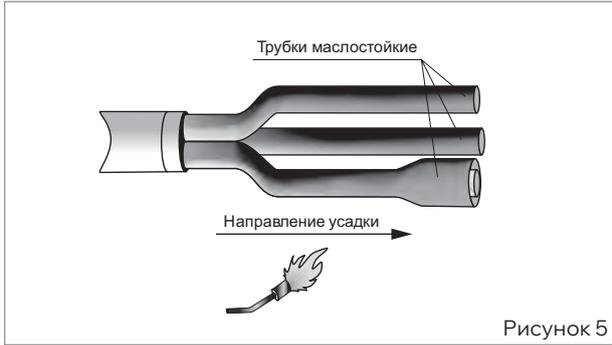

Рисунок 5
■ Надеть на жилы кабелей трубки маслостойкие (прозрачные) до упора в «корешок» разделки кабеля. При необходимости обрезать верхнюю часть трубок по длине жилы. Усадить каждую трубку равномерным прогревом пламенем горелки, начиная с «корешка» и далее, двигаясь к концу жилы (рис. 5).